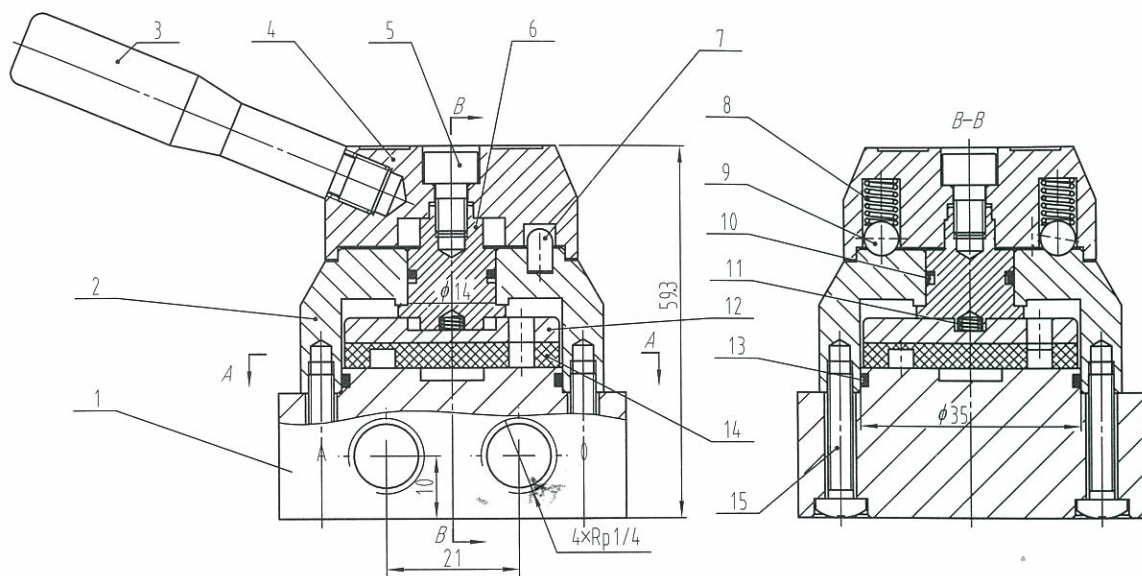

图 8-1 手动换向阀示意图
第一题 按“手动换向阀”各零件图的尺寸创建零件三维模型,将零件组装成装配体,绘制出手动换向阀的装配图,手动换向阀的零件明细如表 8-1 所示,装配示意图如图 8-1 所示;改正装配过程中出现的错误。(150 分)
- (1)手动换向阀共计 15 种零件,手动换向阀的装配示意图如图 8-1 所示,请按正确的方式组装。
- (2)装配体中使用的标准件,不可以使用软件中自带的标准件,必须自画;标准件建模时,只绘出主要结构,工艺结构如倒角、圆角等工艺结构可以省略。
- (3)爆炸图按零件拆、装顺序摆放。
- (4)手动换向阀在装配过程中如出现干涉、错误应改成你认为正确的形式。
- (5)装配后摆杆转动灵活。
- (6)加压 1.2 MPa 保压 12 h,压力下降小于 10%。